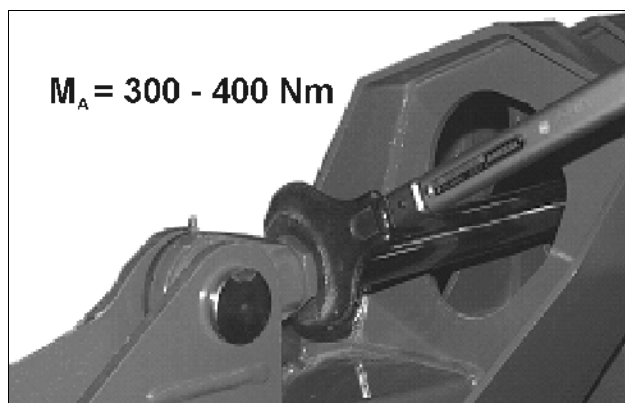

Fig. 28
- Tilspændingsmoment 300 – 400 Nm (Fig. 28)